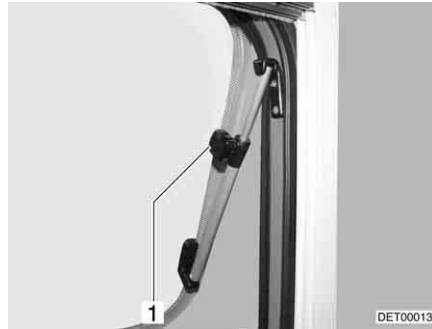

Fig. 98 Lanterneau avec bras pivotants, ouvert
- Ouvrir le lanterneau jusqu'à la position voulue et le bloquer avec la molette (Fig. 98,1).
- Tourner la molette (Fig. 98,1) jusqu'à ce que le dispositif de blocage soit libéré.